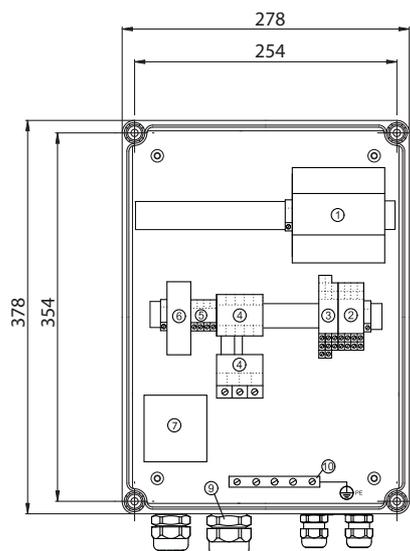

Fig. 1
- cu patru șuruburi prin orificiile de montaj în placa din spate a dulapului, vezi fig. 1. Orificiile de montare trebuie date cu un diametru de 4 mm. Montați șuruburile în orificiile de montare și strângeți bine. Fixați capacele de plastic livrate cu controlerul pe șuruburi (IP65).